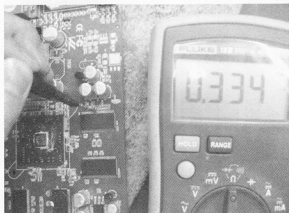

图 5-76 51 脚打值正常
(9) 更换电阻后, 51 脚打值正常, 如图 5-76 所示。